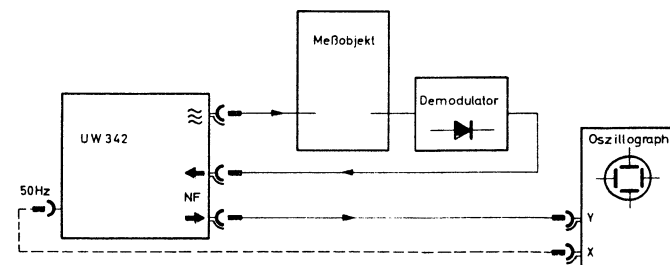

Bild 2 Wobbel-Meßaufbau
Auf dem Schirm des Oszillographen erscheint die Wobbelkurve, deren Amplitude u. a. von der Stellung des HF-Ausgangsspannungsreglers (11) und der Oszillographen-Empfindlichkeit abhängt. Mit der Wobbler-Abstimmung (10) läßt sich die Kurve nach Wunsch seitlich verschieben, und über den Hubregler (8) kann die Breite eingestellt werden. Den Meßaufbau zeigt Abb. 2.